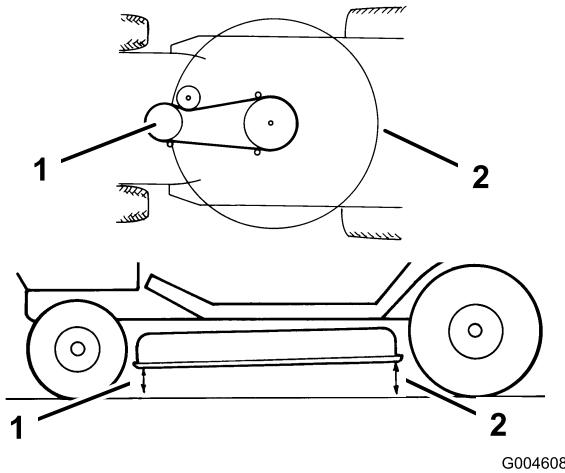

Figura 46
10. Controllate l'inclinazione longitudinale della lama, misurando la distanza fra il sottoscocca del tosaerba (centro anteriore e centro posteriore) e la superficie piana (Figura 46). Se la sezione anteriore del tosaerba è più bassa della sezione posteriore di oltre 16 mm, mettete a punto; vedere da 11 a 17.